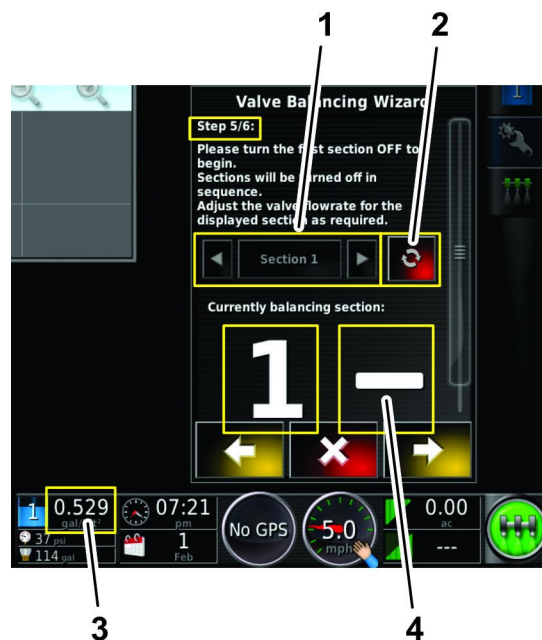

Figura 145
- A taxa de aplicação da válvula de secção está muito elevada (Figura 145).
- A. Utilize o ícone de Ligar/Desligar (Figura 145) para desligar a válvula da secção (vermelho).
- A. Utilize o ícone Ligar/Desligar (Figura 145) para desligar a válvula da secção (vermelho).